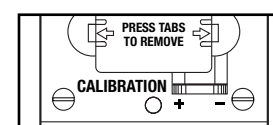

Figure 3 – Étalonnage
8. Le gradateur peut avoir à être réglé aux faibles intensités pour que certaines lampes connectées à certains ballasts s'allument correctement. Pour cela, COUPER L'ALIMENTATION DU CIRCUIT et retirer la plaque murale. Utiliser un petit tournevis plat isolé pour régler le potentiomètre qui est accessible à travers la fente (« CALIBRATION ») située sur la bande (Figure 3). Tourner la molette vers le bas pour augmenter le réglage de l'intensité lumineuse minimale et tourner la molette vers le haut pour réduire l'intensité lumineuse. Ensuite, remonter la plaque murale, remettre sous tension et tester. Répéter les étapes ci-dessus au besoin.